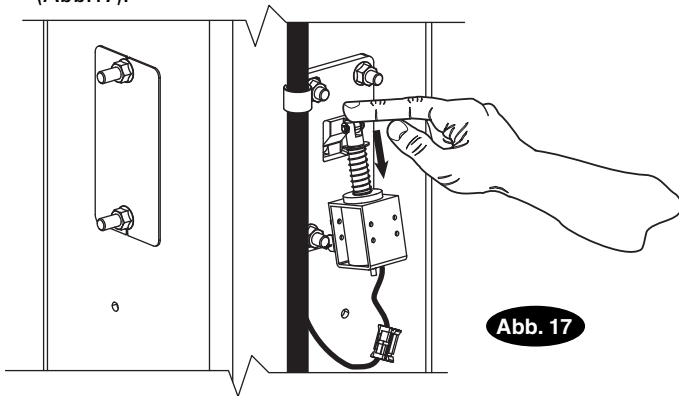

Abb. 17
- A) Jede Schlitten-Baugruppe leicht anheben, Sperrklinke herunterdrücken und Schlitten in tiefste Position drücken (Abb.17).